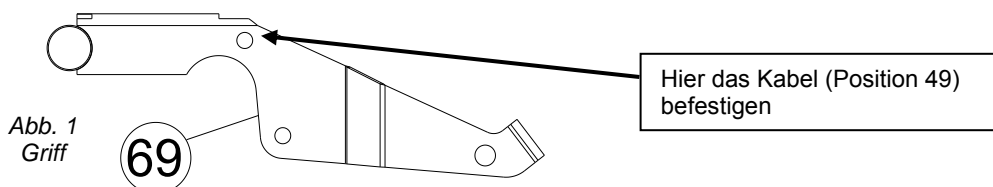

Abb. 1
3. **BEFESTIGEN** Sie das Zinkenhebekabel (Position 49) am Zinkenhebel (Position 69) in der Griffmitte. Führen Sie dazu den Stift (Position 88) in das Loch am Griffende ein und führen Sie dann den Sichertingsring (Position 6) ein. Siehe *Fig. 1* unten und Teileabbildung auf Seite 10.